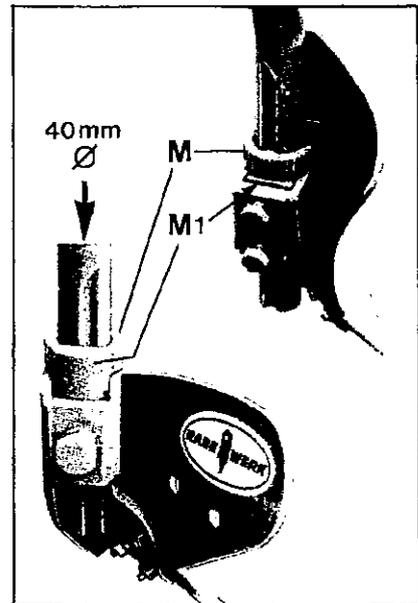

Fig.6
**Vorschäler:** Tiefgang, Stellung seitlich zum Pflugkörper und den Abstand vor dem Körper einstellen. Bei Vorschälern an Rundstielen ist der Abstand vor dem Körper durch Umdrehen des Halters und Drehen des Stieles zu verändern. Beim Anbauen von Rundstiel-Einlegern Zahnscheibe M und Druckstück M1 einsetzen; Fig. 6 (bei 40 mm Stieldurchmesser: Zahnscheibe mit Zahl nach oben - jeweils in Arbeitsstellung).